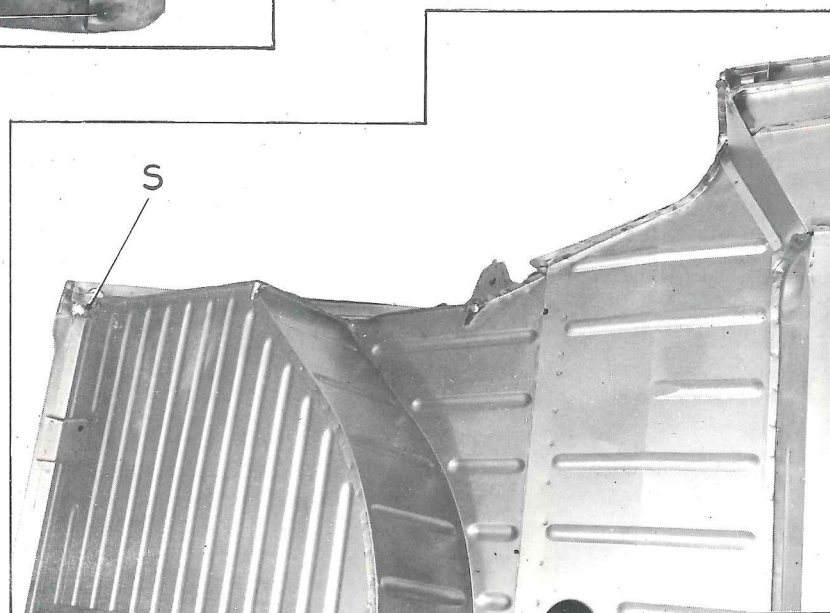

Fig. 10
10. Débraser en S (fig. 10 et 11) et le long du passage de roue AR (fig. 10).